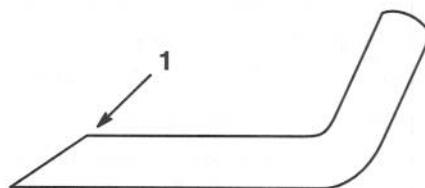

Figure 27
6. AIGUISAGE DE LA LAME—Au moyen d'une lime, affuter la partie supérieure de la lame en conservant l'angle de coupe original (Fig. 27). Si la même quantité de métal est retirée sur chaque tranchant, la lame reste équilibrée.